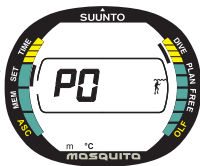

Fig. 4.15. Réglage personnalisé.
5. Quand le réglage personnalisé est sélectionné (clignotant), appuyez sur + ou – pour le changer (Fig. 4.15).